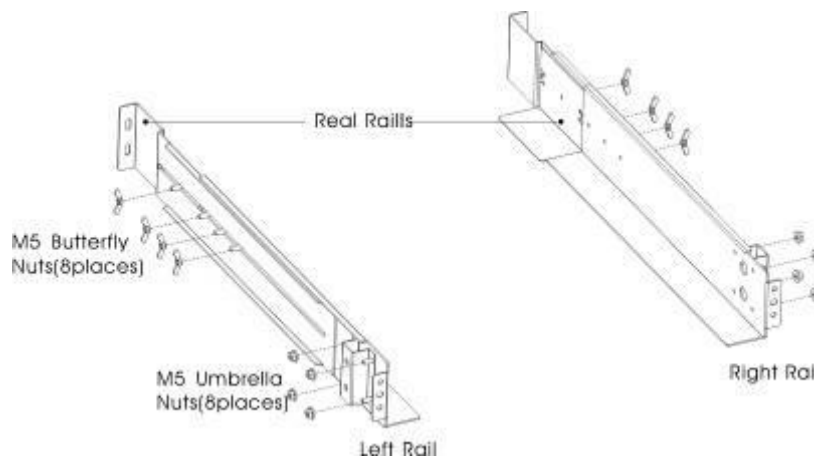

Abbildung 1: Sichern der Schienen
(1) So montieren Sie den Schienensatz
- a) Montieren Sie die linke und rechte Schiene an den hinteren Schienen wie in Abbildung 1 dargestellt. Ziehen Sie die Schrauben nicht fest. Passen Sie die Schienen an die Tiefe Ihres Regals an.
- c) Ziehen Sie die vier M5-Hutmutter an der Seite der Schienenbaugruppe fest (siehe Abbildung 1).